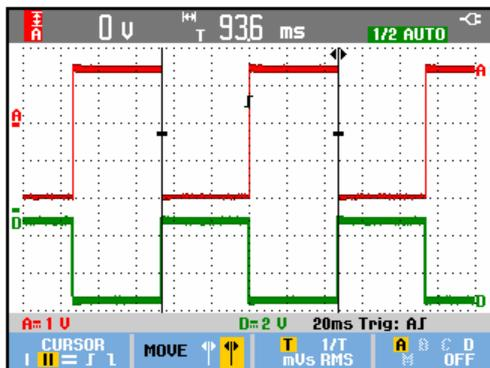

Рис. 21. Измерение временных интервалов с помощью курсоров
- На экране отображается разница во времени между курсорами, а также разность напряжений между маркерами. (См. Рис. 21.)